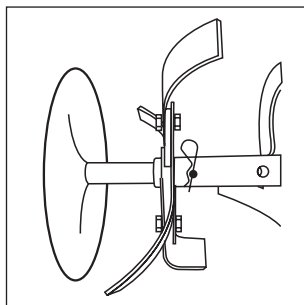

Рис. 10
- Установите штифты **3** и зафиксируйте их при помощи пружинных шплинтов **4** (Рис. 10).